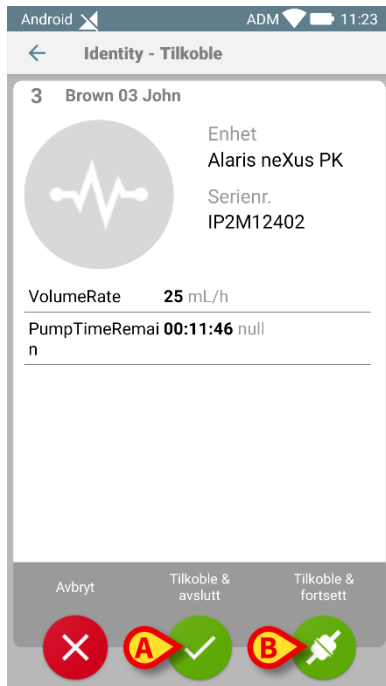

Fig. 160
Etter enhetsvalg (enten manuelt eller optisk) kreves bekreftelse. Følgende skjermbilde vises (Fig. 160).
- Trykk på ikon  for å bekrefte (Fig. 160 A).
- Trykk på ikonet  for å bekrefte og gå videre med å knytte en annen enhet til samme pasient (Fig. 160 B).